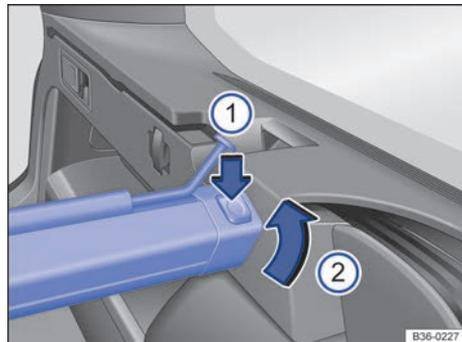

Fig. 127 En el maletero: desmontar la red de separación.
- Presione la tecla de desbloqueo izquierda o derecha → fig. 127  en el sentido de la flecha.
- Extraiga la carcasa del soporte en el sentido de la flecha → fig. 127 .
- Presione la carcasa en los soportes izquierdo y derecho en el sentido contrario al de la flecha → fig. 127 . La carcasa encastra.
En las teclas de desbloqueo → fig. 127  no deberá verse una marca roja.